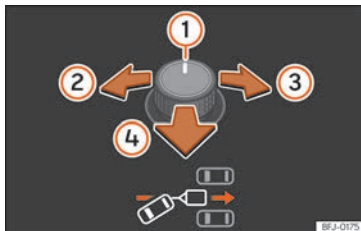
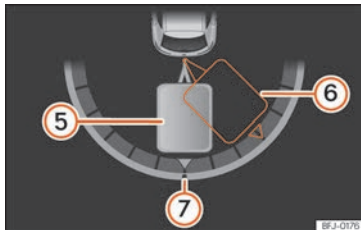

Abb. 293 Drehknopf für die Außenspiegel: Ausrichtung des Anhängers einstellen.
Abb. 294 Bildschirm des Kombi-Instruments: Rückwärtsfahren.
Legende zu **Abb. 293**, » **Abb. 294**:
- Schalter kippen, bis die gewünschte Richtung erreicht ist » **Abb. 293**. Im Display des Kombi-Instruments erscheint zur Orientierung eine Darstellung des Gespanns in der aktuellen Position » **Abb. 294**.